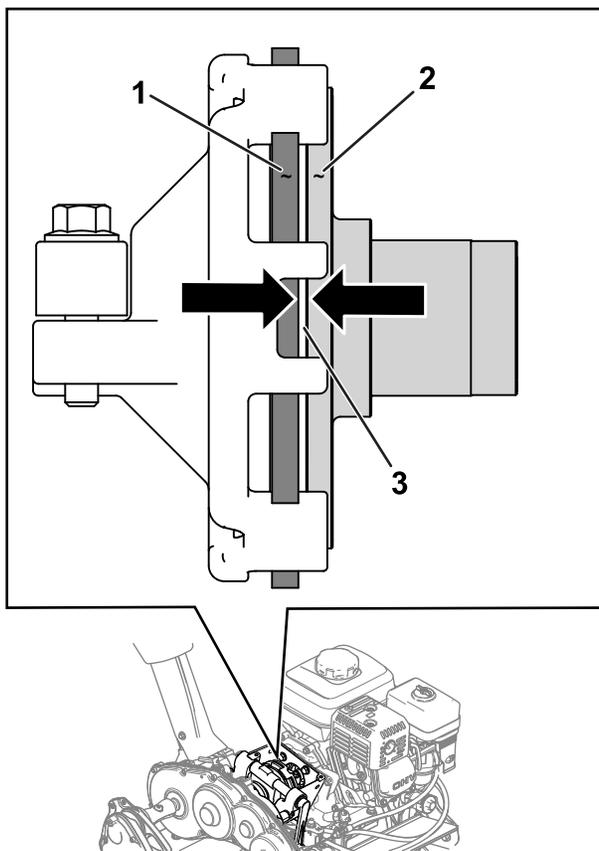

**Figura 34**
2. Afrouxe as contraporcas e ajuste o cabo de tração de forma que haja uma lacuna de 1,1 mm (0,045 pol.) entre o disco de fricção e a placa de pressão (**Figura 34** e **Figura 35**).